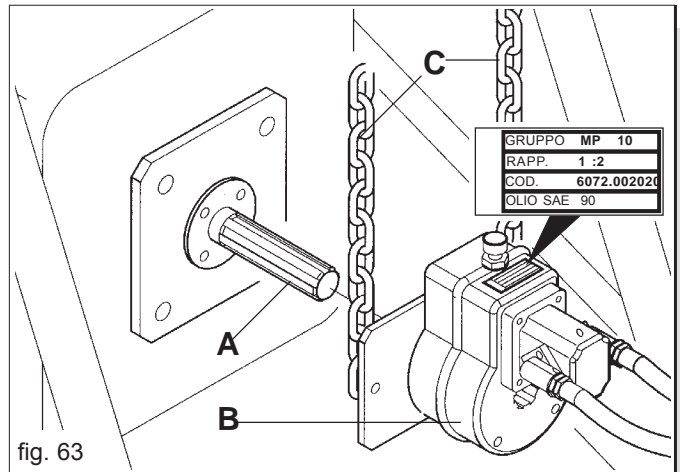

fig. 63
Con el motor apagado y el tractor bloqueado, conecte correctamente todas las conexiones rápidas. Limpie y engrase la toma de fuerza del tractor (A Fig. 63). Conecte el multiplicador (B Fig. 63) en la toma de fuerza del equipo, como muestra la Figura 63. Controle el correcto acoplamiento, bloquee la rotación del multiplicador con las cadenas suministradas de serie (C). **Controle el nivel de aceite en el multiplicador y, si fuera necesario, añada aceite (ESSO SAE W80-90).** Ponga en marcha el tractor y accione la instalación al ralentí por algunos minutos, haciendo que la presión sea constante en todo el circuito, para evitar la inestabilidad del soplador. Haga que el soplador llegue al número de revoluciones que corresponde a la condición de trabajo (Tabla 6).